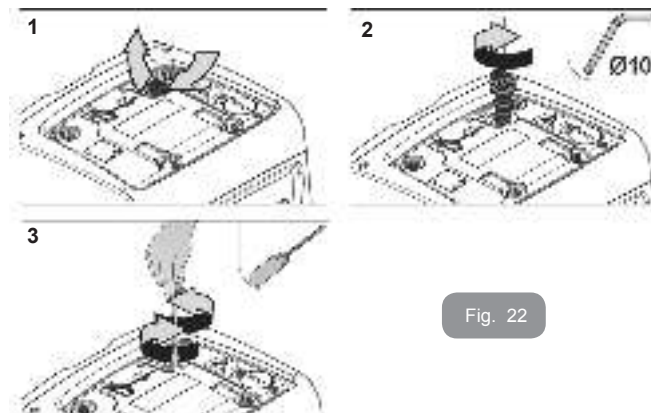

Fig. 22
2. lyft på gummhättan till pluggen för att komma åt motoraxeln (fig. 22);
3. använd en 10 mm sexkantnyckel och ta bort pluggen för att komma åt motoraxeln (fig. 22);
4. för in en spårskruvmejsel i spåret på motoraxeln och vrid i båda rotationsriktningarna (fig. 22);